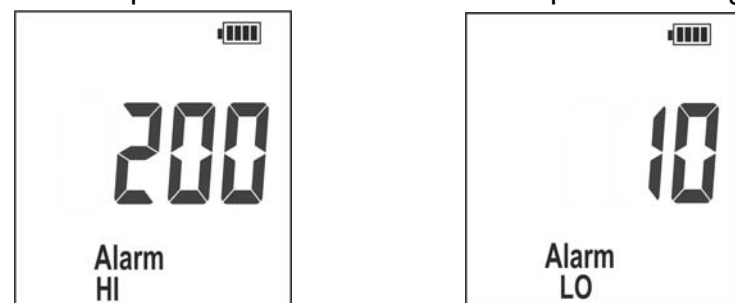

Fig. 11: Activation des alarmes HIGH (haute) et LOW (basse)
17. Appuyer sur la touche **J** pour confirmer le réglage du seuil haut et passer au réglage du seuil bas (voir Fig. 11 – à droite).